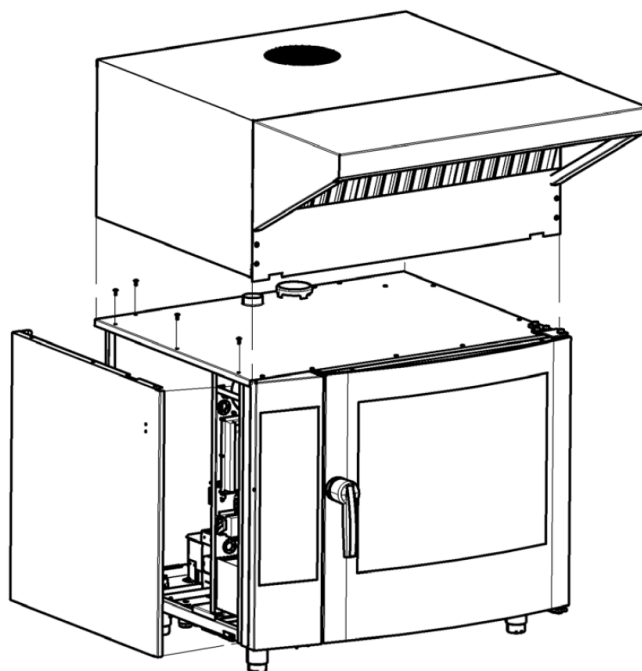

Abbildung 1: 0610 Haube für Gerätegröße 611
- Entfernen Sie die Seitenabdeckung des Geräts, auf dem die Haube installiert werden soll. Lösen Sie die Schrauben der Abdeckung mit einem Schraubendreher und einem Schraubenschlüssel der Größe 8, (siehe Abb.1).